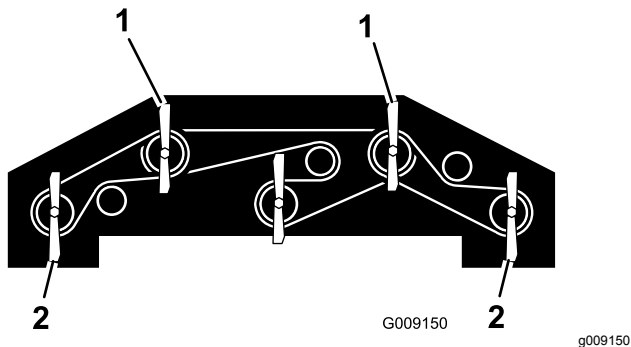

Figura 133
1. Gire las cuchillas hasta que estén orientadas directamente hacia adelante (Figura 133).